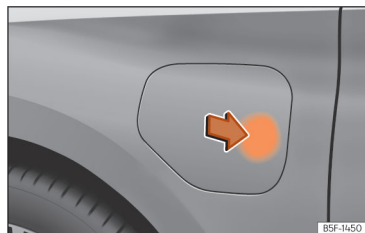

Fig. 60 Abertura da tampa da tomada de carregamento.
- Com o veículo desbloqueado, ao pressionar sobre a zona indicada da tampa de carregamento da bateria, esta abre-se »» Fig. 60.